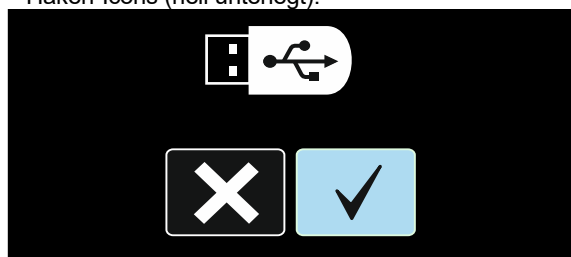

Abb. 53
- Benutze den Anwahlknopf [11] um das to highlight the Check Mark icon. See Figure 53.